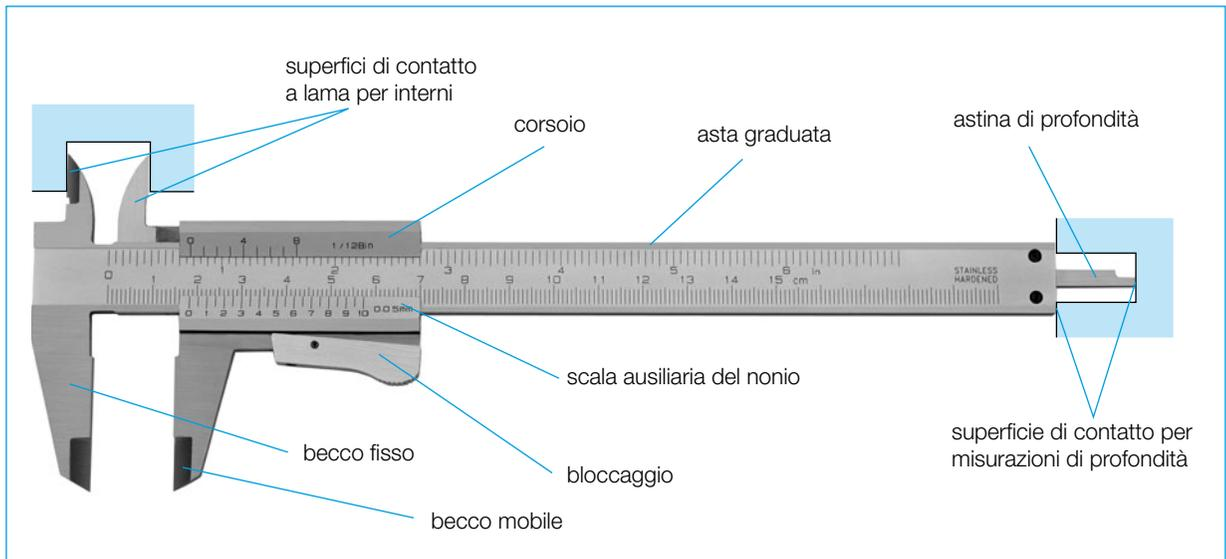
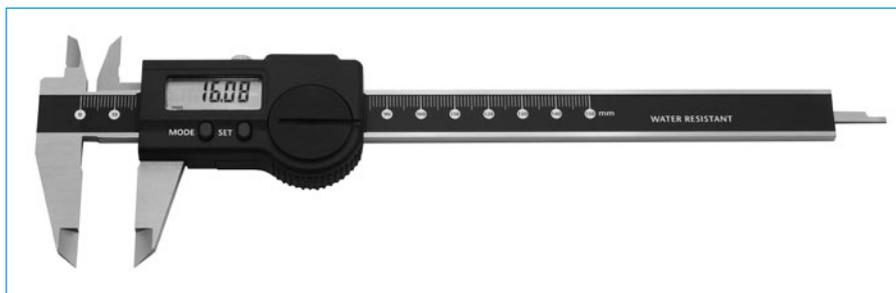

FIGURA 11. Calibro a corsoio a pressione.
FIGURA 12. Calibro a corsoio digitale.
- **calibro a corsoio con nonio** con suddivisione millimetrica (FIGURA 11) o con lettura digitale (FIGURA 12).
OSSERVAZIONE I calibri sono usati per misurazioni di esterni, di interni e di profondità come mostrato in FIGURA 11.